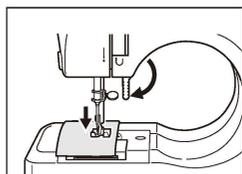

Fig. 8
3. Baje el prensatelas (Fig. 8).